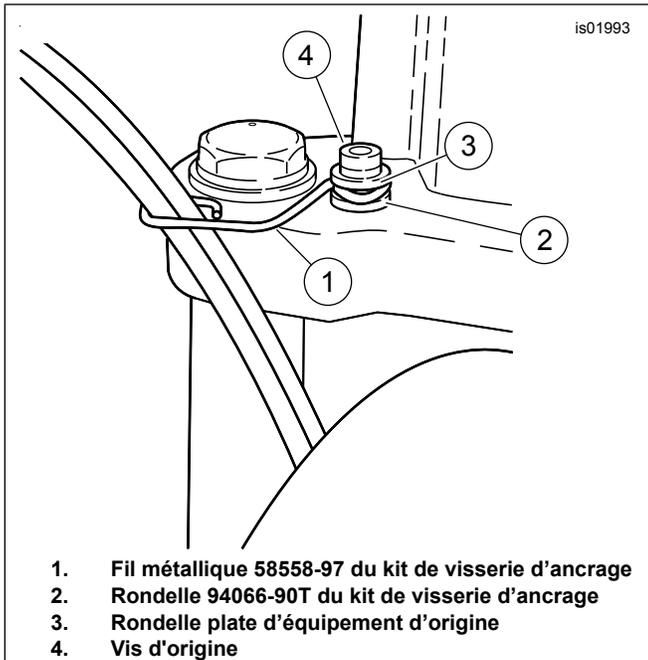

Figure 1. Fixation du câble de commande des gaz
3. Voir Figure 1. Utiliser le fil métallique (1) du kit de visserie d'ancrage pour fixer les câbles de commande des gaz à la bride de montage supérieure, comme indiqué. Placer la rondelle de chrome (2) du kit entre le fil et l'écrou de la bride de montage.